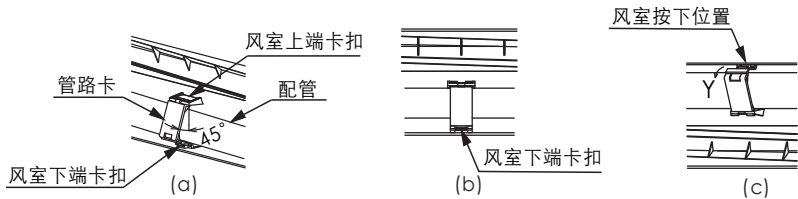

图 11
- (1) 将管路卡以45°方向卡入风室的上端卡扣，具体操作参照图11(a)。
- (2) 用力将管路卡向下压入风室下端卡扣，具体操作参照图11(b)。
- (3) 取下时，用力向下按风室卡爪处边沿，管路卡会沿Y方向自动弹出风室的下端卡扣，具体操作参照图11(c)。
- (4) 管路卡弹出后，以45°方向从风室上端卡扣将其取下，具体操作参照图11(a)。